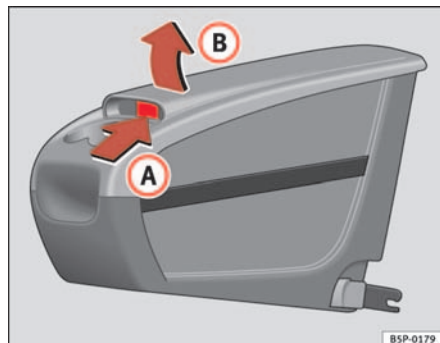

Fig. 111 Cassetto portaoggetti estraibile. Apertura
- Sollevare il coperchio **(B)** attraverso la zona **(A)** ⇒ fig. 111.